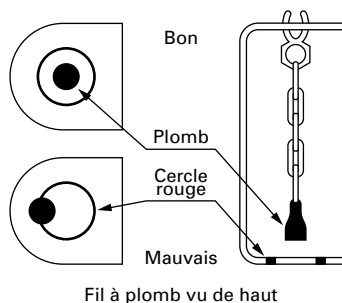

Fig. 13
9. S'assurer que l'appareil est de niveau en utilisant à cet effet le fil à plomb situé du côté droit de l'appareil. Le plomb du fil à plomb doit se trouver dans le cercle rouge. Si tel n'était pas le cas, régler les pieds de nivellement jusqu'à ce que le plomb se trouve dans le cercle rouge (Voir. Fig. 13 et 14).